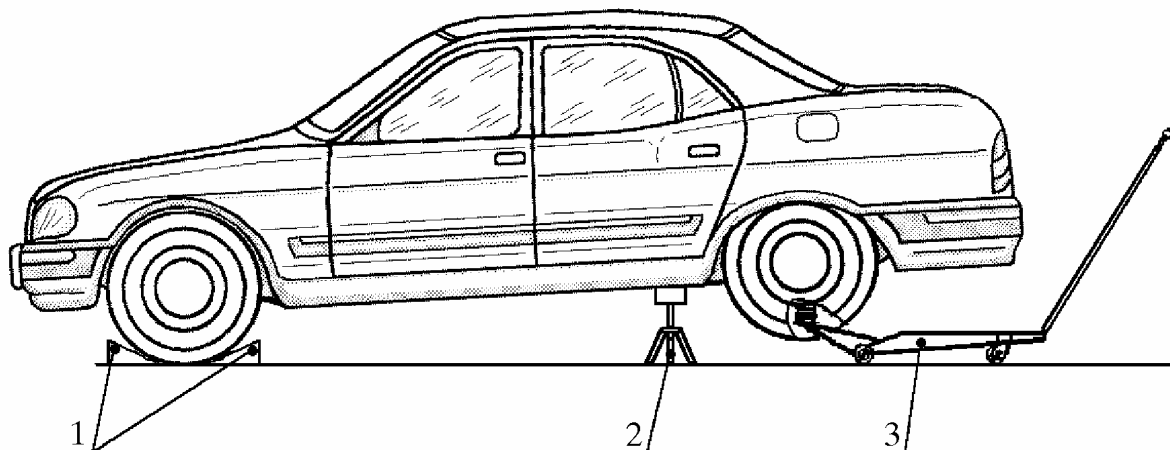

Рис. 6. Установка подставок под автомобиль:
4.3.5.1. Установить под передние колеса противооткатные упоры 1 (рис. 6), домкрат 3 - под задний мост. Приподнять заднюю часть автомобиля так, чтобы колеса находились от пола на высоте не менее 100 мм.